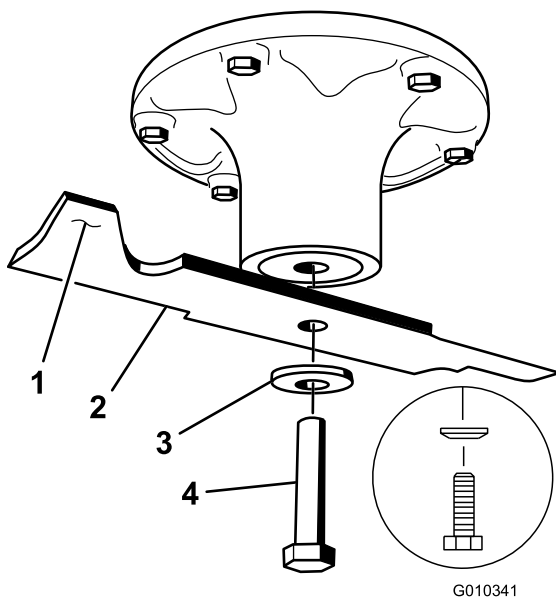

Figura 59
(girándolo en sentido antihorario), la arandela curva y la cuchilla (Figura 59).
puede utilizarse. Si la cuchilla no está equilibrada, rebaje algo el metal en la parte de la vela solamente (Figura 59). Repita este procedimiento hasta que la cuchilla esté equilibrada.
- Instale la cuchilla en el eje (Figura 59).
- Instale la arandela de muelle y el perno de la cuchilla (girándolo en sentido horario). El cono de la arandela de muelle debe estar orientado hacia la cabeza del perno (Figura 59). Apriete el perno de la cuchilla a 136–149 Nm (100–110 pies-libra).